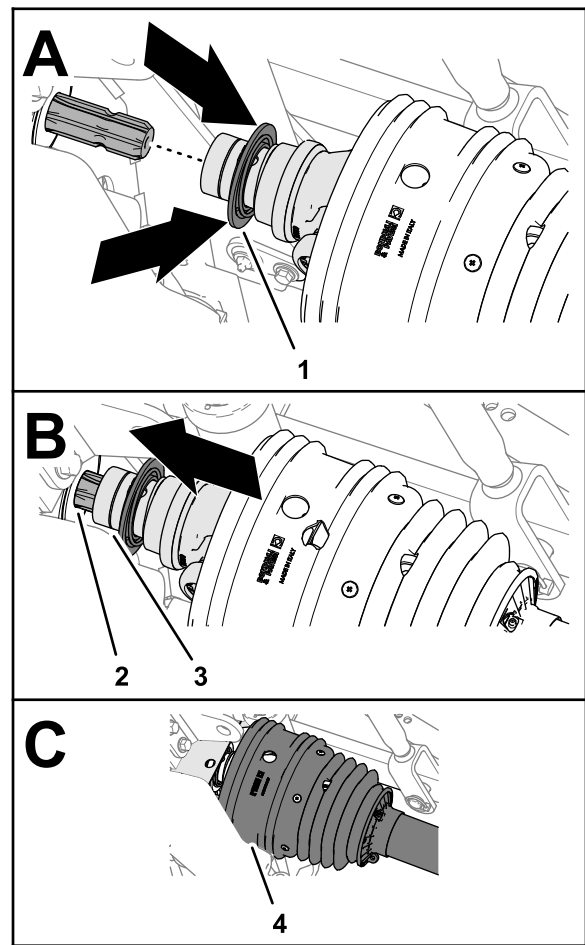

Figure 31
2. Tirez la bague de blocage de l'accouplement rapide vers l'arrière (Figure 31).
3. Tout tirant la bague de blocage en arrière, tirez la chape de l'arbre de transmission de la PDF vers l'avant et faites glisser la douille de l'accouplement par-dessus les cannelures de l'arbre de sortie de la PDF (Figure 31).
5. Vérifiez que la protection recouvre la chape de l'arbre de transmission (Figure 31).